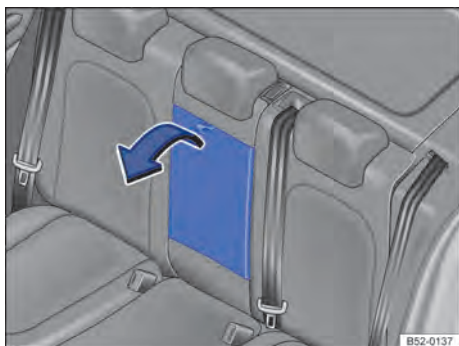

Fig. 105 Descansa-braço central traseiro
- Para *rebatê-lo para frente*: puxar a alça no sentido da seta → Fig. 105.
- Para *rebatê-lo de volta*: rebater o descansa-braço central no sentido contrário ao da seta → Fig. 105 para cima e pressionar para dentro do encosto do banco até o batente.